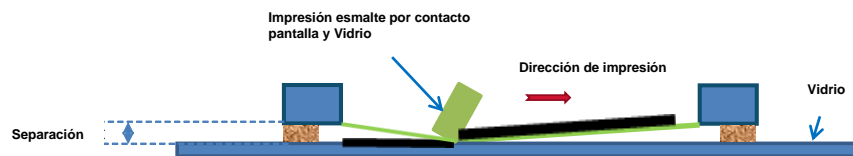

Figura 3. Impresión sobre vidrio
- Para imprimir, presione la rasqueta de goma para que la pantalla esté en contacto con el vidrio para la transferencia de esmalte (**Figura 3**).